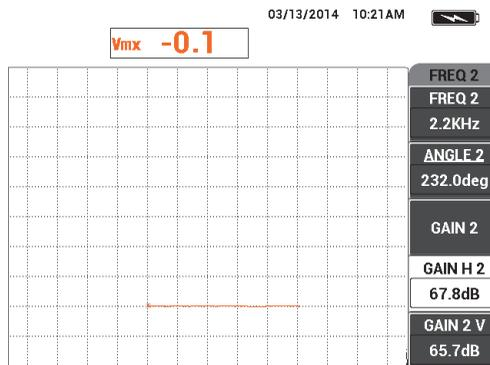

Figure 5-132 Réglage de la valeur du paramètre GAIN H 2
31. En pressant fermement la sonde sur la carte professionnelle, réglez le paramètre **GAIN H 2** (touche D) jusqu'à ce que le signal mixé s'étende sur environ cinq divisions horizontales en dehors du point d'équilibre (voir la Figure 5-132 à la page 235).